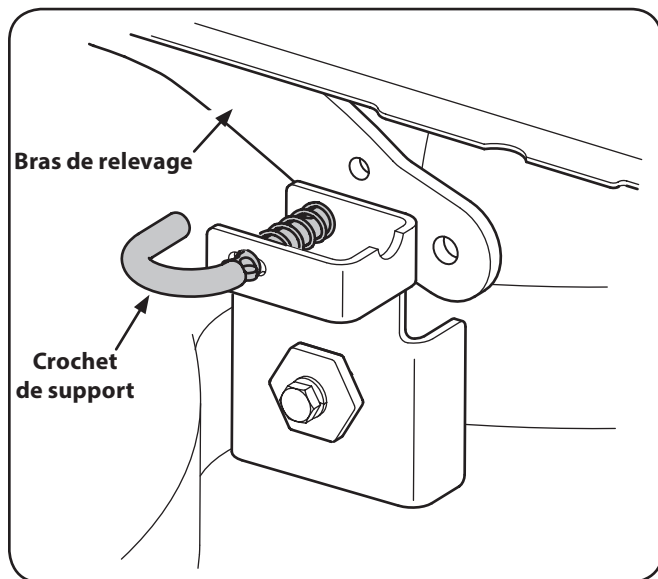

Figure 7-3
6. Tirez le crochet de support du plateau vers l'extérieur pour libérer le plateau de coupe du bras de relevage. Voir Figure 7-3.
- b. Remplacez les bras de relevage du plateau de coupe. Voir Figure 7-3.